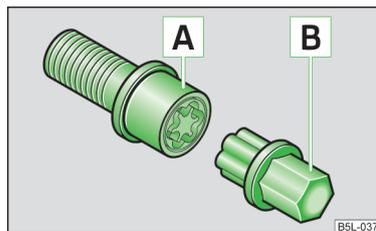

Fig. 111
Les boulons de roues antivol protègent vos roues contre le vol. Ils ne peuvent être serrés ou desserrés qu'à l'aide de l'adaptateur B » fig. 111.
- Enfoncez l'adaptateur B » fig. 111 du côté denté jusqu'à la butée dans la denture intérieure de la tête du boulon de roue antivol A.